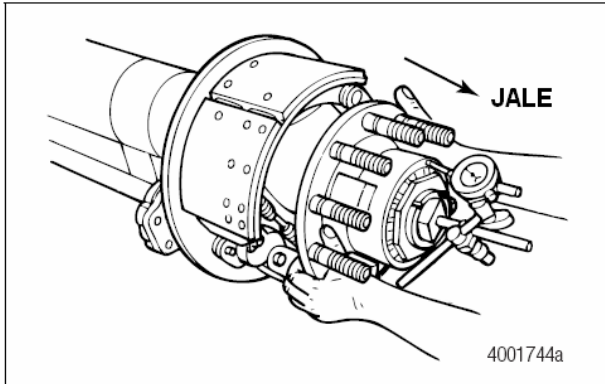

Figura 13.21
3. Jale HACIA AFUERA hasta que el indicador de cuadrante no cambia. Figura 13.21. La diferencia entre empujar HACIA DENTRO y jalar HACIA FUERA es el juego